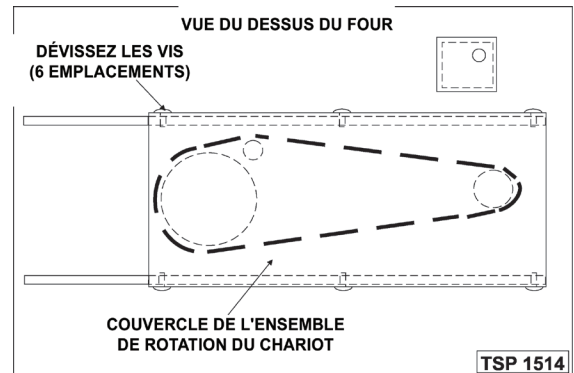

Fig. 8
- A. Accédez à la partie supérieure du four et desserrez les vis de fixation du couvercle de rotation du chariot (Fig. 8).